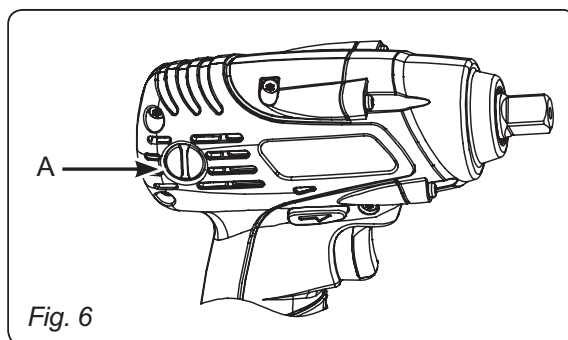

Fig. 6
1. Dévisser le bouchon (Fig. 6, A).